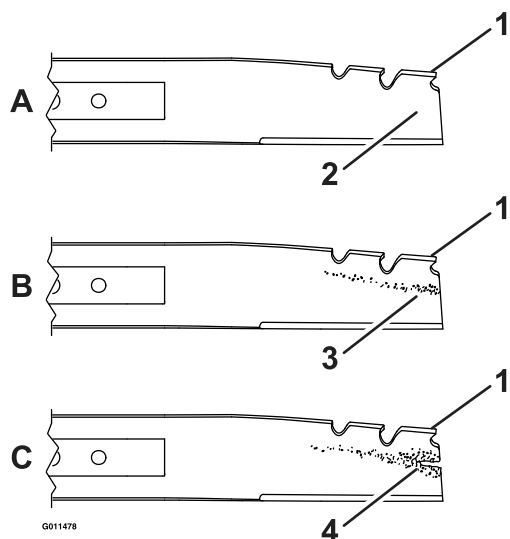

Figura 21
5. Examine cuidadosamente las cuchillas para asegurarse de que están afiladas y para detectar cualquier desgaste, sobre todo en la reunión entre la parte plana y la parte curva (Figura 21). Puesto que la arena y cualquier material abrasivo pueden desgastar el metal que conecta las partes curva y plana de la cuchilla, compruebe la cuchilla antes de utilizar el cortacésped. Si observa una hendidura o desgaste (Figura 21B y Figura 21C), cambie la cuchilla.